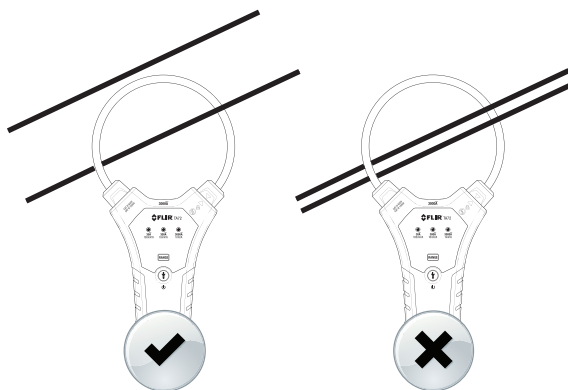

Fig. 5-3 Pince autour d'un seul conducteur
6. Enserrez entièrement le conducteur testé à l'aide de la sonde de la pince flexible (veuillez vous référer à la Fig. 5-3). Ne mesurez pas du courant excédant les limites spécifiées.